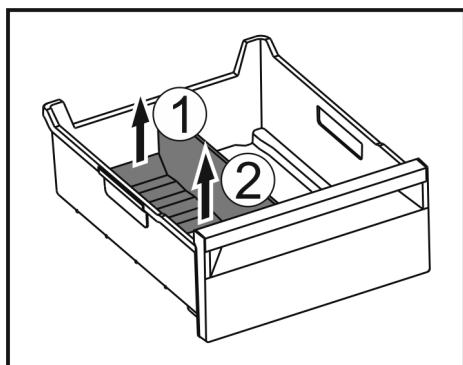

Fig. 173
- Ridicați partea posterioară a separatorului pentru compartimentul de gheață. Fig. 173 (1)
- Scoateți separatorul pentru compartimentul de gheață în sus. Fig. 173 (2)